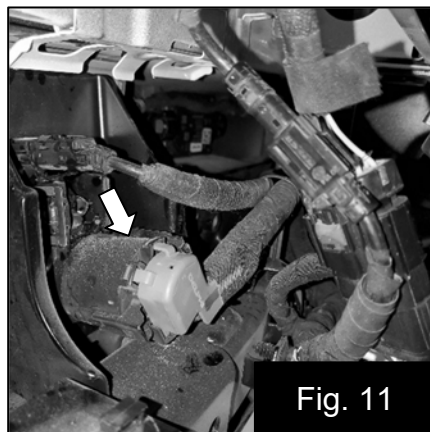

Fig. 11
13. Déconnectez le connecteur de remorque et installez le harnais en T entre le connecteur de remorque et le harnais d'usine. Connectez le connecteur à deux broches du harnais en T au harnais de l'amplificateur. Fig. 11 & 12